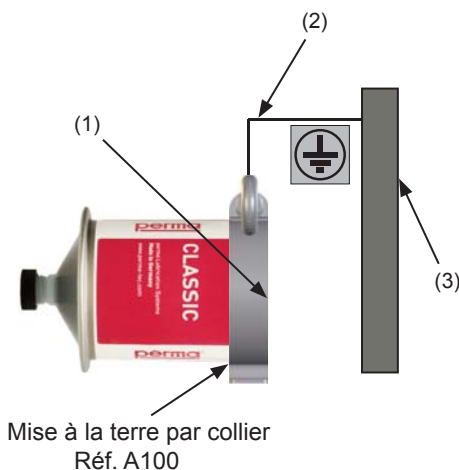

Fig. 6
- fixé via le **collier** (voir chap. 7) situé en haut du graisseur (1) et mis à la terre par un câble (2) relié à un élément absorbant le courant (3) (voir fig. 6).